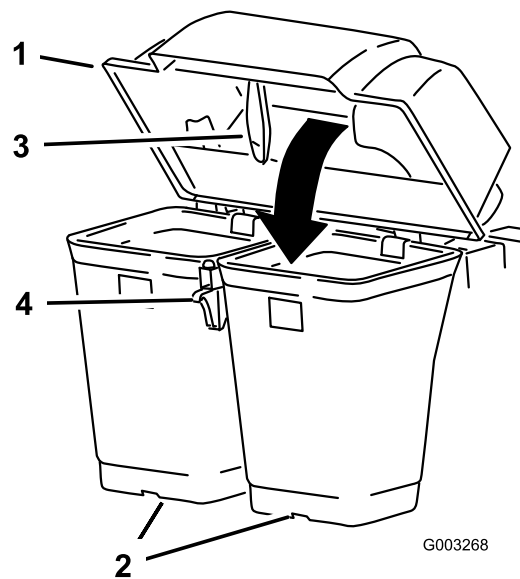
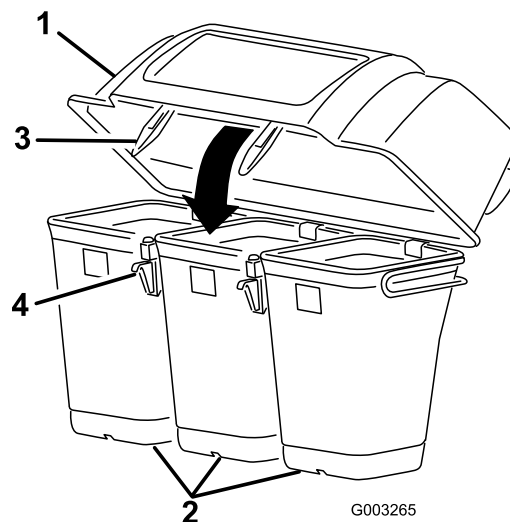

Figura 11
Figura 12
7. Baje el capó del ensacador sobre las bolsas (Figura 11 o Figura 12).